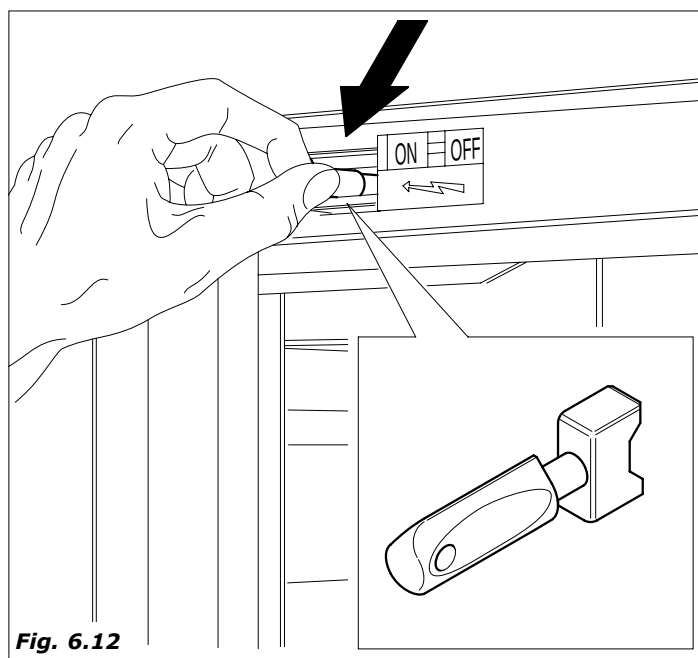

Fig. 6.12
- Para los casos en que es necesario trabajar con la puerta abierta y la máquina conectada, es posible, para el técnico instalador, trabajar de esta forma, introduciendo y girando 90° la llave especial de plástico en el interruptor de puerta del distribuidor automático (Fig.6.12).
- introducir la llave en el interruptor de puerta (Fig.6.12)